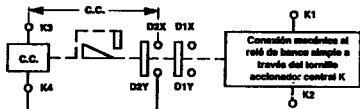

**FIGURA 1**
- 1.1 Quite y deslice el tornillo B de la barra transversal del relé. Figura 1. No quite el operador rojo ni la cubierta.